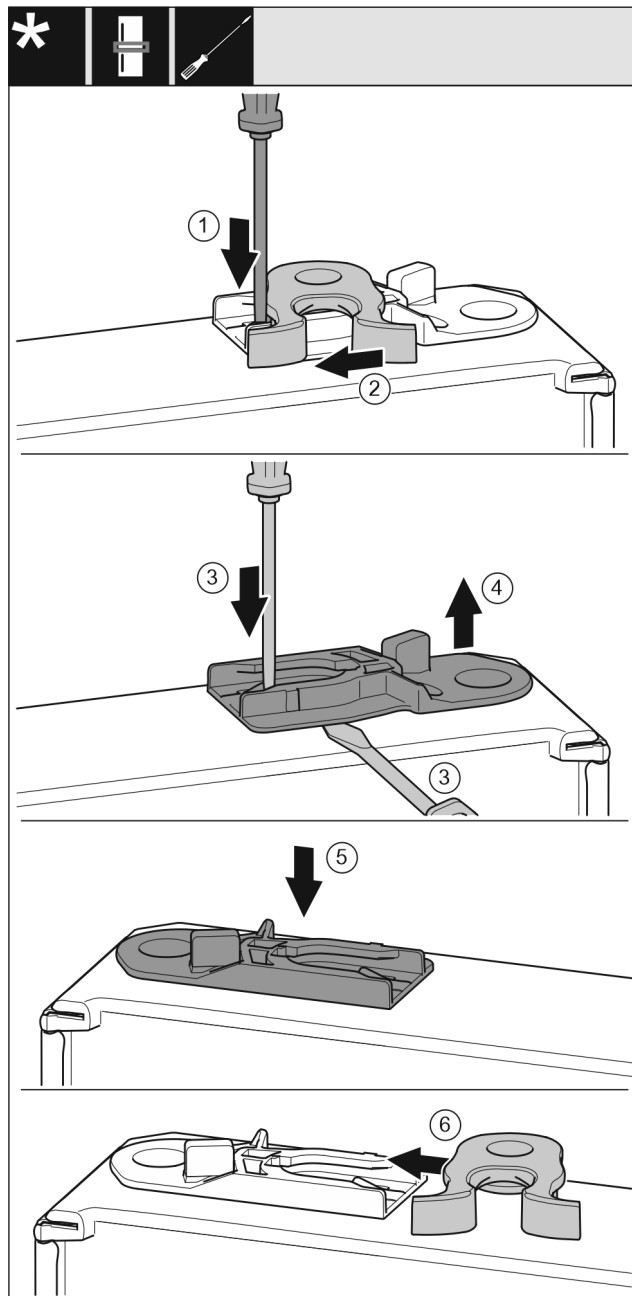

Fig. 21
- ▶ Wcisnąć nakładkę Fig. 21 (1) w dół przy użyciu śrubokręta.
- ▶ Wyjąć hak zamykający Fig. 21 (2) z prowadnicy.
- ▶ Wyjąć tuleję prowadzącą Fig. 21 (3, 4): Wcisnąć nakładkę przy pomocy śrubokręta i jednocześnie przesunąć śrubokrętem pod tuleję prowadzącą.
- ▶ Tuleję prowadzącą Fig. 21 (5), objętą zakresem dostawy wsunąć po drugiej stronie obudowy.
- ▶ Wsunąć hak zamykający Fig. 21 (6) do prowadnicy.